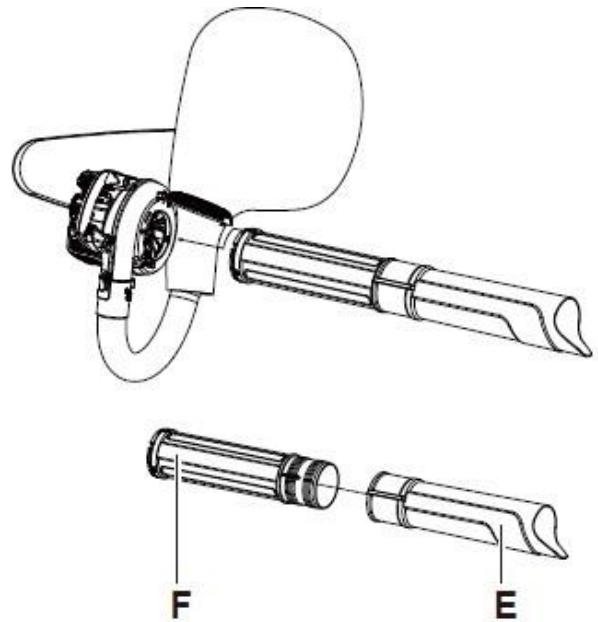

Fig. 7
- 4) Montieren Sie die untere Vakuumröhre (E) auf die obere Vakuumröhre (F) und setzen Sie dann die zusammengebauten Vakuumröhren in das Gerät ein. Drehen Sie die Röhren im Uhrzeigersinn, bis die Vakuumröhren einrasten (Abb. 7).
- 1) Drehen Sie dann die gesamte Vakuumröhre gegen den Uhrzeigersinn aus der Maschine und drehen Sie die Teile E und F der gesamten Vakuumröhre weg. (Abb.7)